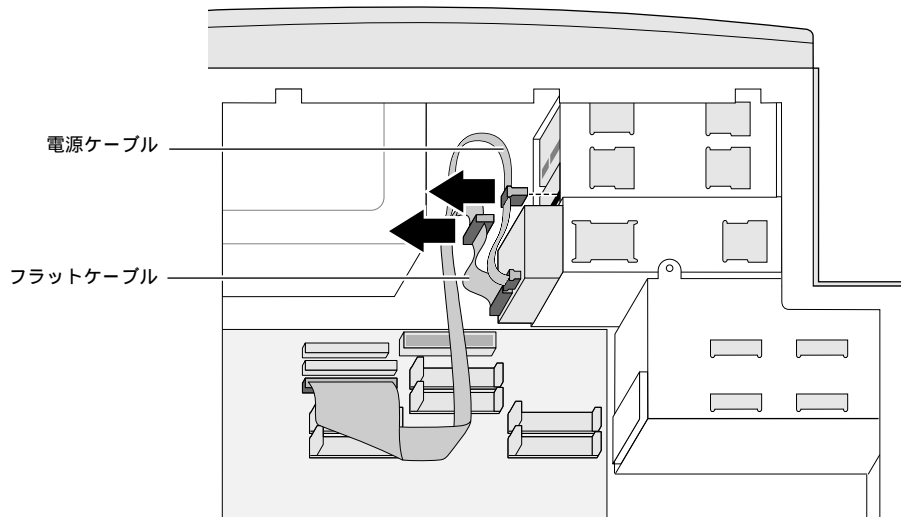

図 4-7 リムーバブルドライブからのケーブルの取り外し
4. ドライブの背面から電源ケーブルとフラットケーブルを取り外します（図 4-7）。